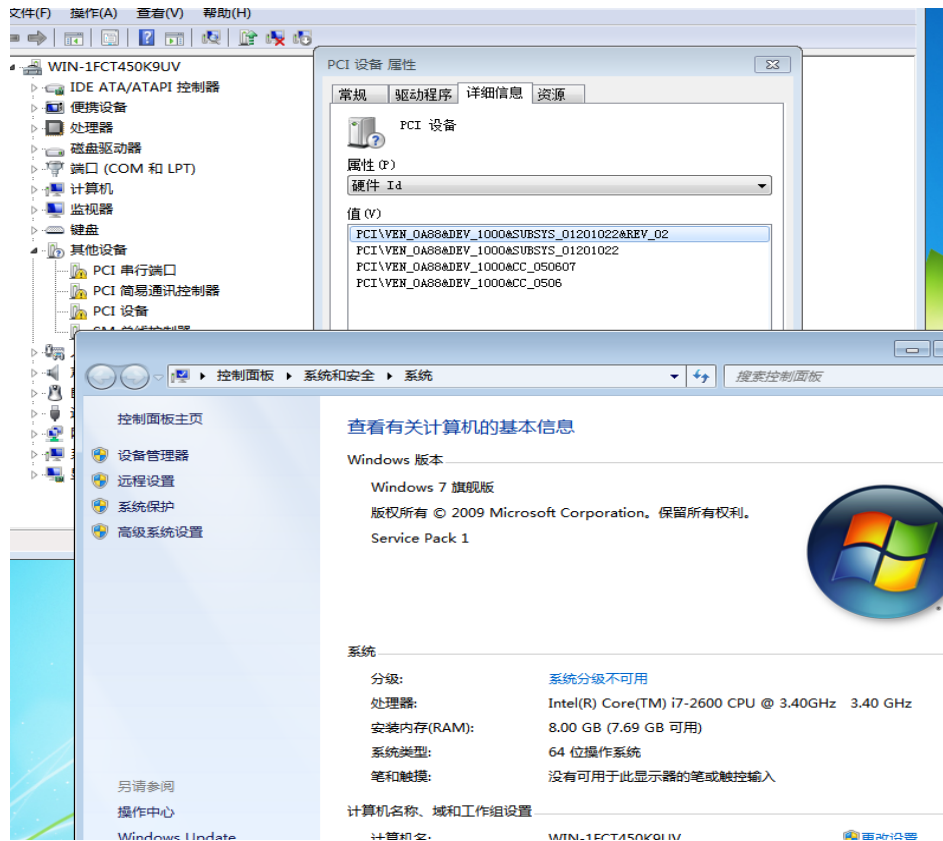

图 5-2 设备信息
- 2) 启动 PC 机，鼠标右键单击“计算机”→选择“管理(G)”→选择“设备管理器”，在“设备管理器”中是否找得到带有黄色感叹号的“PCI 设备”选项。如图 5-2 所示：